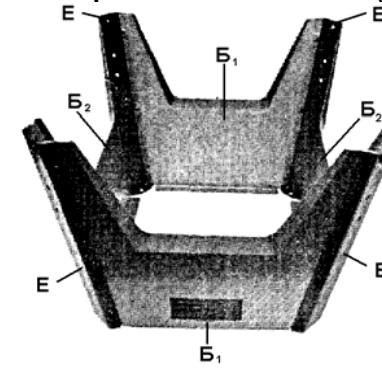

Рис. 3
8.1.2. Сборное основание соедините с помощью стоек (E), Рис.3.